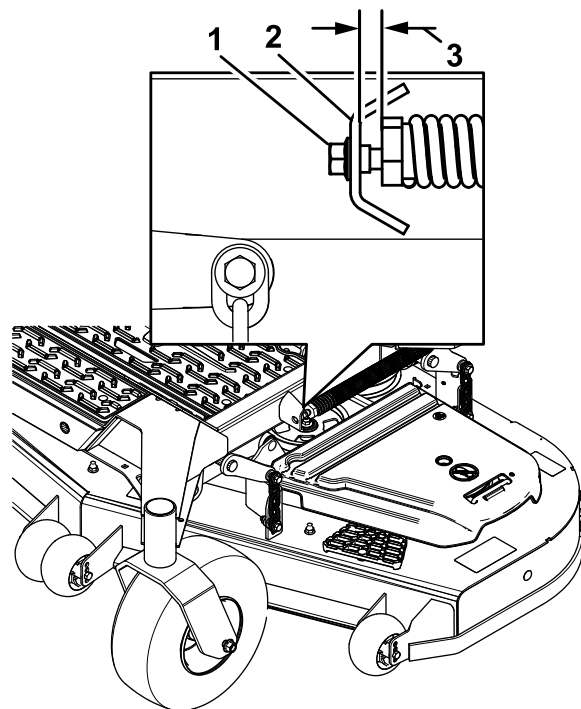

Figura 85
10. Afloje lentamente el tornillo de ajuste del muelle auxiliar de elevación hasta que pueda retirar el tornillo (Figura 85).